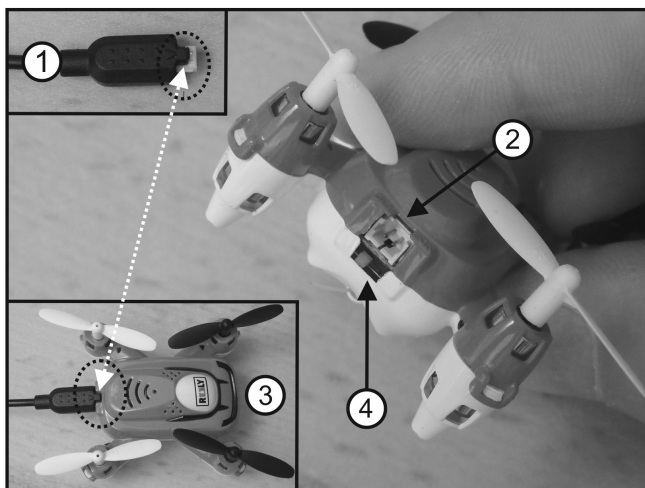

Bild 2
Verbinden Sie entsprechend Bild 2 den Steckverbinder des USB-Ladekabels (1) mit dem Ladeanschluss an der Rückseite des Quadrocopters (2).
- Schalten Sie nun den Quadrocopter ein (siehe Bild 2, Pos. 4). Die LEDs im Modell beginnen im schnellen Rhythmus zu blinken. Nachdem Sender und Quadrocopter erfolgreich miteinander verbunden sind, leuchten am Quadrocopter alle LEDs dauerhaft.